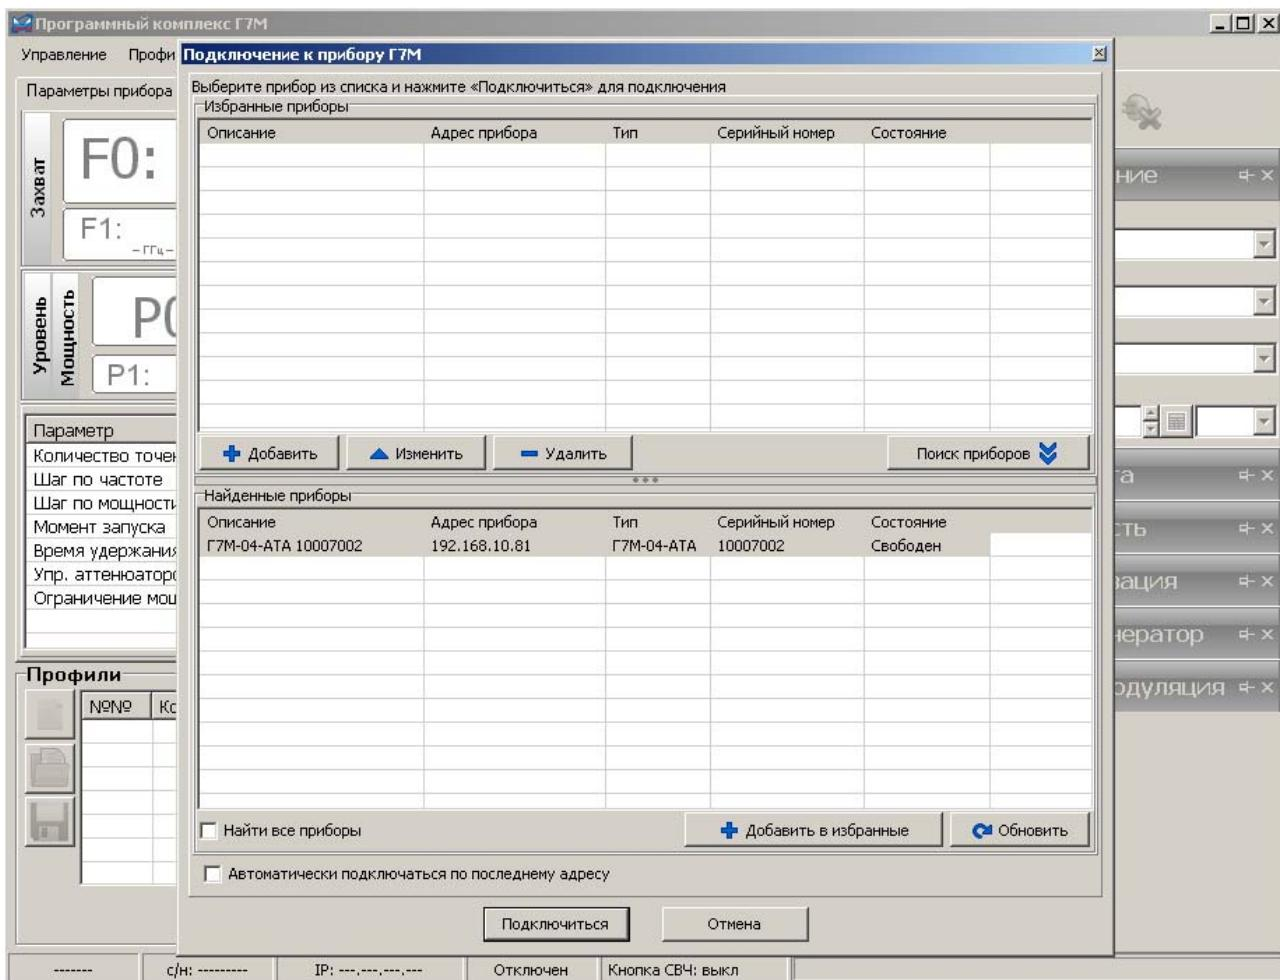

Рисунок 5.4 – Внешний вид ПО
- и) запустить ПО, воспользовавшись ярлыком в меню «Пуск», в результате запустится «Программный комплекс Г7М», с открытым окном «Подключение к прибору Г7М» (рисунок 5.4);
- к) запустить ПО, воспользовавшись ярлыком в меню «Пуск», в результате запустится «Программный комплекс Г7М», с открытым окном «Подключение к прибору Г7М» (рисунок 5.4), при этом в столбце «Адрес прибора» списка «Найденные приборы» вместо IP-адреса будут указаны сетевые имена;